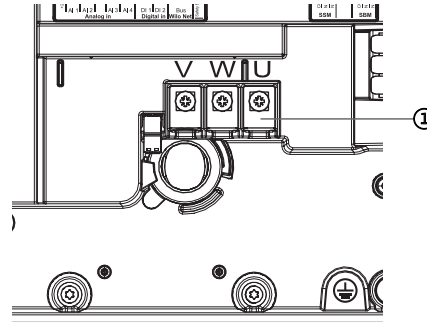

Fig. 115: Motor bağlantı klemensleri V, W, U
5. Motor bağlantı kablosunu (Fig. 115) çözün.